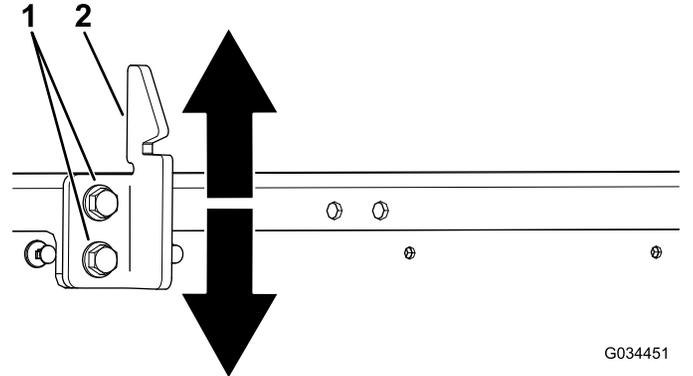

图 66
3. 拧松货斗门锁撞销上的 2 个螺栓并向向上或向下取决于撞销过高还是过低移动撞销 图 66。
4. 拧紧货斗门锁撞销上的 2 个螺栓 图 66。